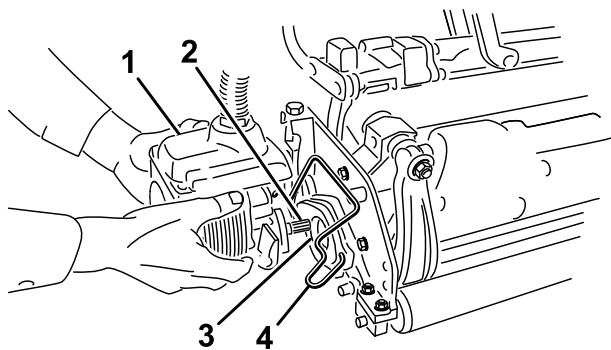

Figura 35
6. Cubra el eje acanalado del motor de la unidad de corte con grasa limpia (Figura 35).
7. Introduzca el motor en el lado izquierdo de la unidad de corte (visto desde el puesto del operador) y tire de la barra de retención del motor (en la unidad de corte) hacia el motor hasta que oiga un “clic” en ambos lados del motor (Figura 35).